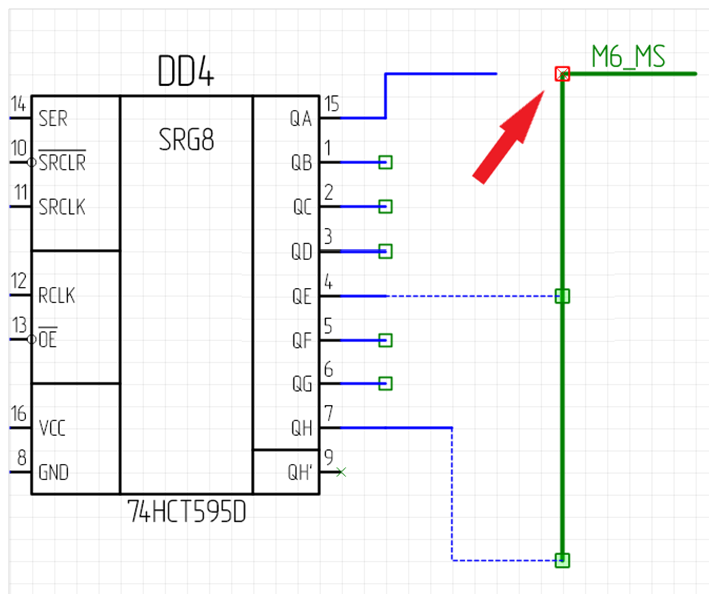

Рис. 23 Подключение к шине
6. Подключение проводников к шине не должно быть выполнено в место соединения сегментов шины под прямым углом, данное подключение невозможно в Delta Design, см. Рис. 23.